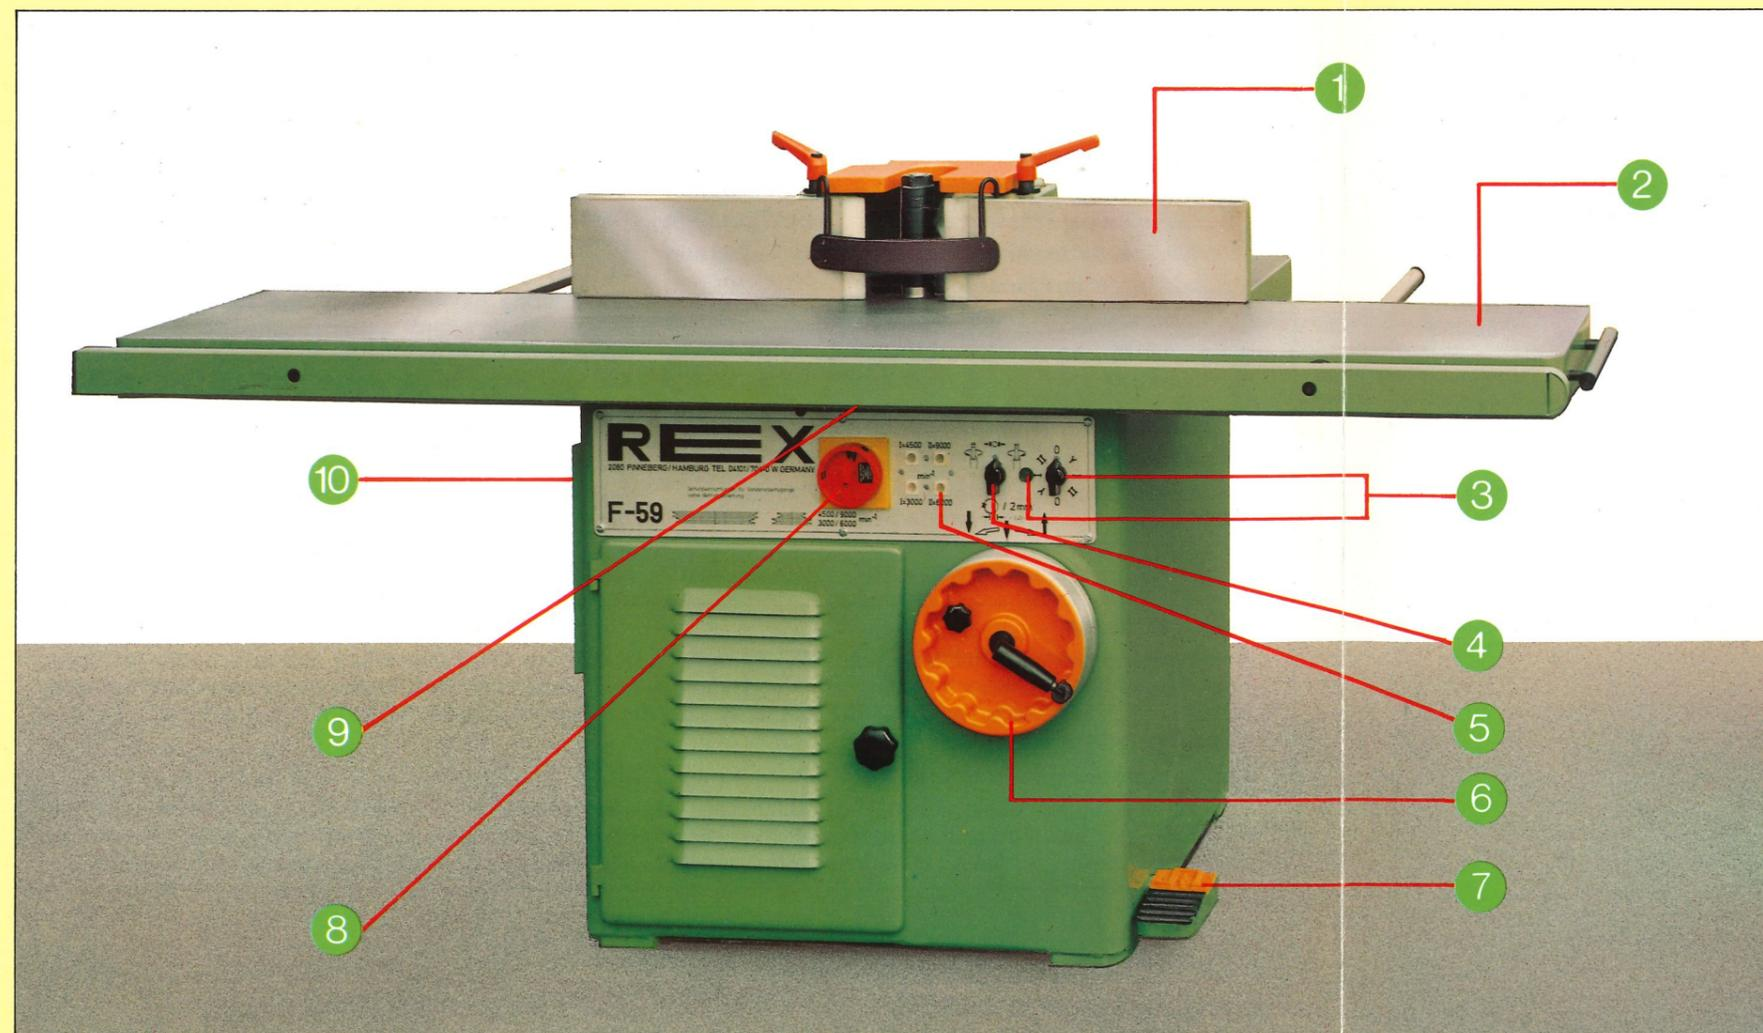

Abb. 2
Tischverlängerungen für die Bearbeitung großflächiger Werkstücke können angebaut werden. (Siehe Abb. 2 und Abb. 10).
- F-59 Abb. 2 Tischfräsmaschine mit Tischverlängerung und ausziehbarer Werkstückauflage 2000 x 900 mm